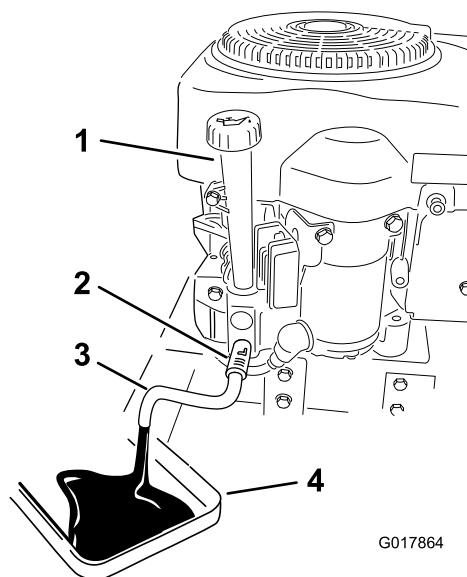

Figura 31
4. Limpie la zona alrededor de la válvula de vaciado del bastidor de la máquina. Localice el manguito de vaciado del aceite y deslícelo sobre la válvula de vaciado (Figura 31).
6. Coloque un recipiente debajo de la máquina, directamente debajo del manguito de vaciado, según se muestra en Figura 31.
7. Gire la válvula de vaciado 1/4 de vuelta en el sentido contrario a las agujas del reloj para abrirla y dejar que el aceite se drene. Retire el tapón de llenado/varilla (Figura 31).
10. Vierta lentamente aproximadamente el 80% de la cantidad especificada de aceite por el orificio de llenado (Figura 31). Compruebe el nivel de aceite; consulte Verificación del nivel de aceite.